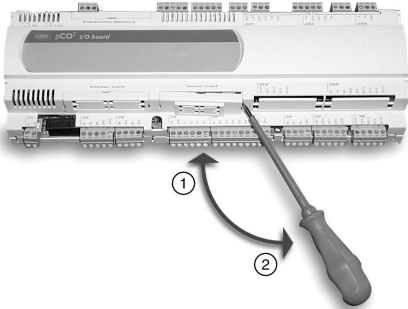

Fig. 1
1. Con un cacciavite, togliere lo sportellino "serial card" del controllore elettronico (vedi Fig. 1);
1. Using a screwdriver, remove the "serial card" hatch from the electronic controller (see Fig. 1);